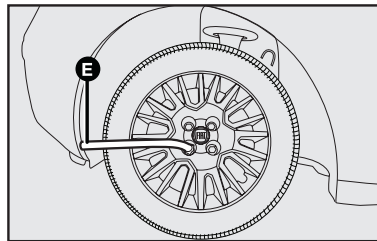

fig. 15
- Apriete los tornillos, utilizando la llave especial **E-fig. 15**.